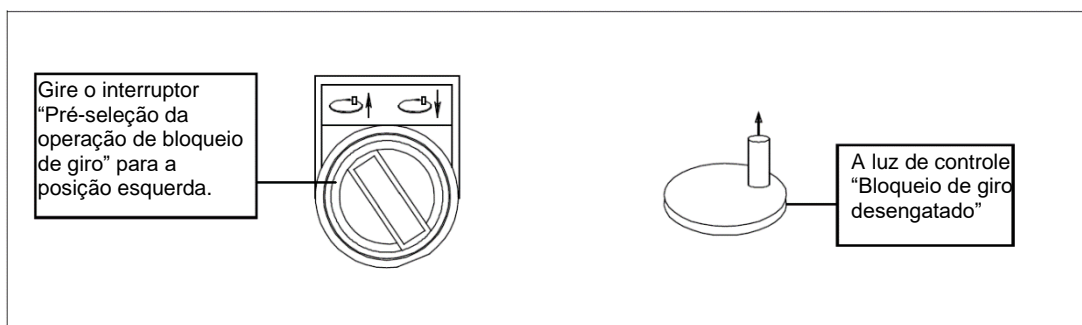
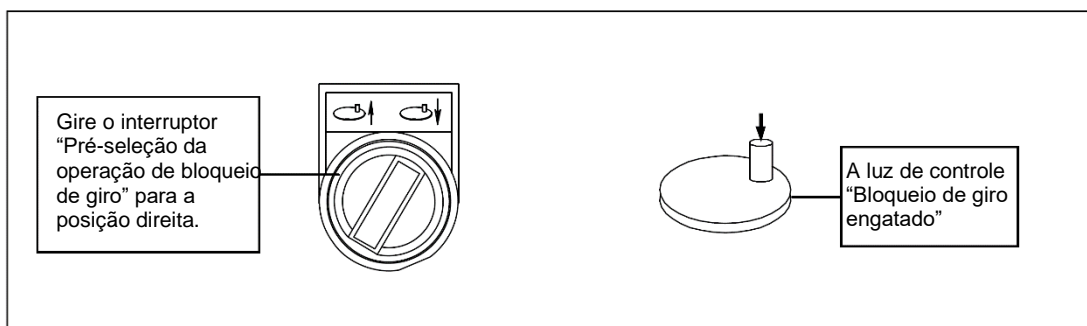

Figura 4-68 Desengatando o bloqueio de giro
Figura 4-69 Engatando o bloqueio de giro
(1) Desengate o bloqueio de giro e certifique-se de que a luz de controle “Bloqueio de giro desengatado” acende antes de iniciar o movimento de giro. Consulte a figura 4-68. Engate o bloqueio do giro e certifique-se de que a luz de controle “Bloqueio do giro engatado” acende antes de conduzir o guindaste. Consulte a figura 4-69.